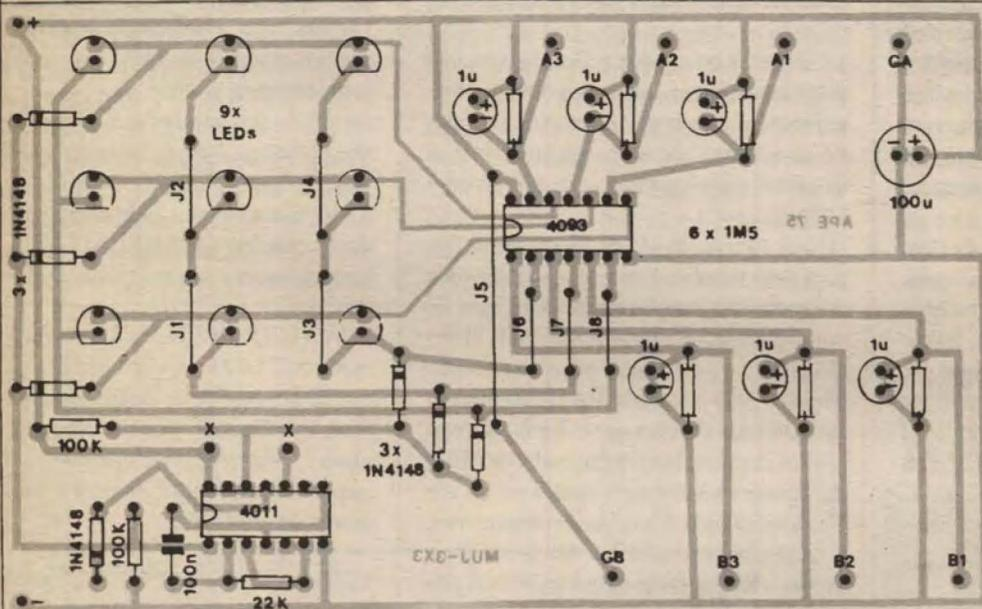

Fig. 3
- **FIG. 3 - CHAPEADO DA MONTAGEM** - A face não cobreada, já com a maioria dos componentes posicionada, identificados pelos seus códigos, valores, polaridades, etc., em estilizações muito claras, que não deixam dúvidas mesmo ao iniciante... A distribuição dos componentes (pelas dimensões e arranjo geral do *lay out*) é bastante *folgada*, favorecendo aos que ainda não têm muita prática (o principiante *se embanana* um pouco, em placas muito *espremidas* ou *congestionadas*, o que não é o caso, no **MUJ-3X3**...). São vários os componentes *polarizados*, exigindo colocação no impresso em orientação rigorosa, para que seus terminais não sejam ligados